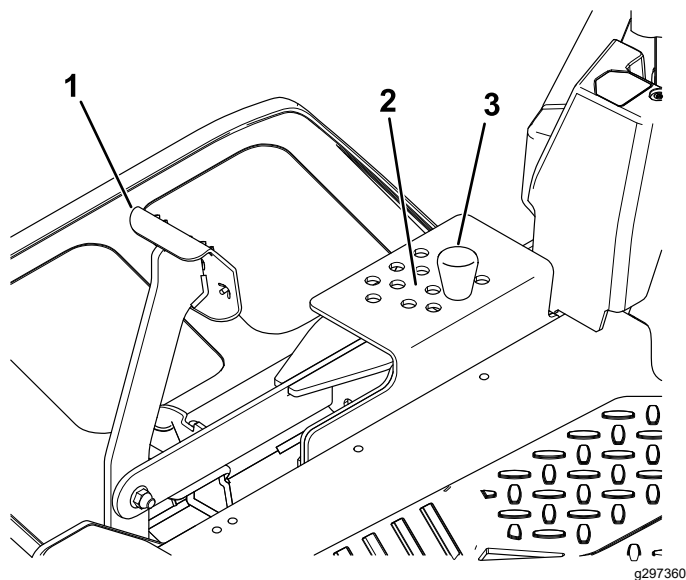

Figure 28
2. Pour changer la hauteur de coupe, retirez la goupille du support de hauteur de coupe (Figure 28).
3. Insérez la goupille dans le trou du système de hauteur de coupe correspondant à la hauteur de coupe voulue (Figure 28).